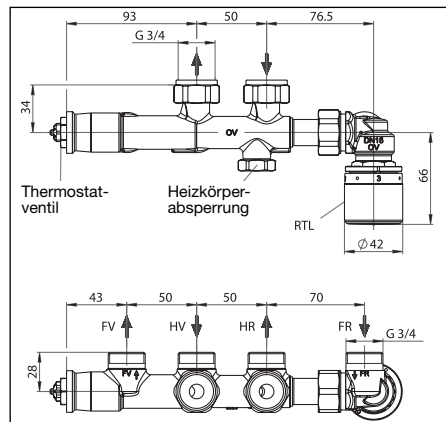
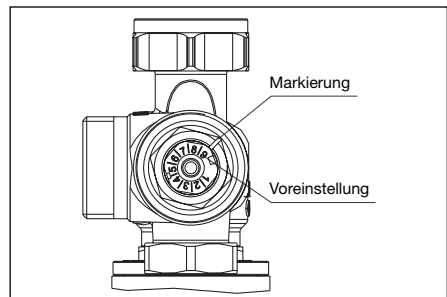

Abb. 3 Abmessungen Anschlussarmatur
Abb. 10 Voreinstellung Thermostatventil
Der Heizkörper ist unter Beachtung der Einbaumaße (Abb. 3) zu befestigen. Hierzu ist zudem der spätere Wandaufbau (z.B. Fliesen) zu berücksichtigen. Die Rohrleitungen des Heizkreises entsprechend abblängen.
Vor der Inbetriebnahme muss die Anlage aufgefüllt und entlüftet werden. Dazu ist zunächst die Voreinstellung des Thermostatventils in die größte Position zu drehen (Voreinstellung '9', Abb. 10).
Das Thermostatventil (Abb. 3) auf die berechnete Voreinstellung mit Gabelschlüssel SW 13 einstellen (Abb. 10).
Den Rücklauf-temperaturbegrenzer (Abb. 3) auf den festgelegten Sollwert (Werkseinstellung: 3 ≈ ca. 30 °C) einstellen.
2. Schutzkappe von der Heizkörperabsperung (Abb. 3) entfernen.